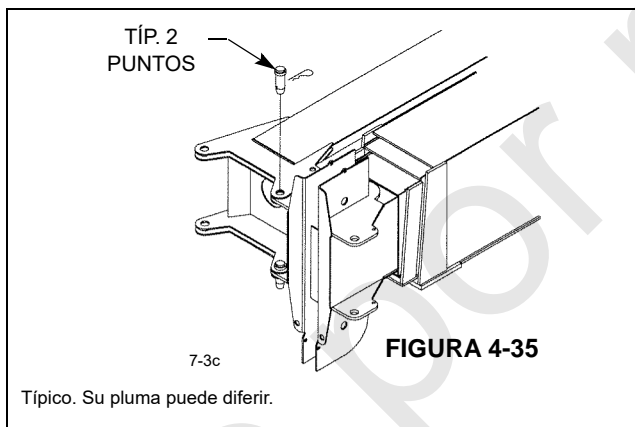

FIGURA 4-35
2. Utilice una grúa auxiliar adecuada para elevar el conjunto del plumín; alinéelo y fíjelo con pasador a la cabeza de poleas de la pluma, Figura 4-35.
Asegúrese de que el plumín esté bien asentado en la escuadra de montaje del plumín trasero con el pasador de almacenamiento (Figura 4-37) instalado correctamente antes de retirar los pasadores del plumín (Figura 4-35). El plumín puede caer si no se sujeta correctamente durante el almacenamiento y erección. El resultado puede ser lesiones graves o la muerte.
8. Intente sacar los pasadores del plumín (Figura 4-35). Si los pasadores están demasiado apretados, ajuste según sea necesario las posiciones vertical y horizontal de la escuadra de montaje del plumín delantero como se describe en paso 4.
Asegúrese de que los pasadores del plumín estén bien instalados en los agujeros superiores e inferiores del plumín en la punta de la pluma (Figura 4-35) antes de retirar el pasador de almacenamiento de la escuadra de montaje del plumín trasero (Figura 4-37). El plumín puede caer si no se sujeta correctamente durante el almacenamiento y erección. El resultado puede ser lesiones graves o la muerte.